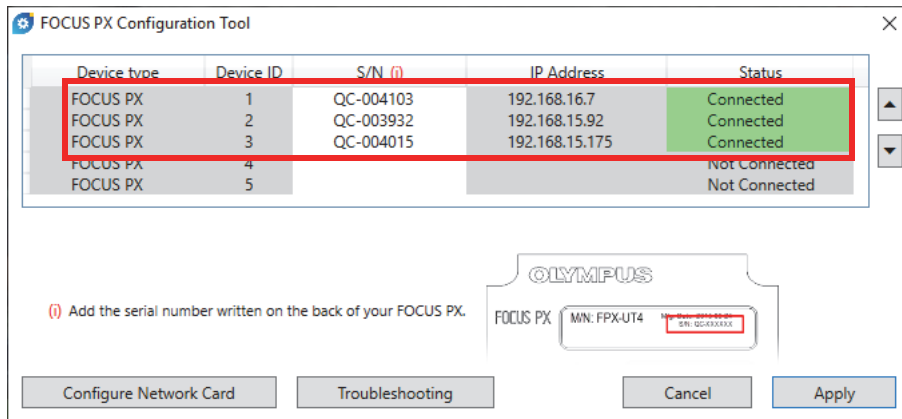

Figure 1-20 Outil de configuration FOCUS PX (trois unités connectées)
6. Si vous utilisez plusieurs unités FOCUS PX, répétez l'étape de saisie du numéro de série à l'entrée suivante (Figure 1-20 à la page 41). Assurez-vous que l'ordre des unités est le même que celui de la connexion de synchronisation (consultez « Connexion d'une unité FOCUS PX à un ordinateur et définition des paramètres de connexion » à la page 25).